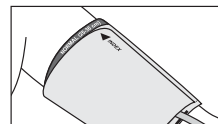

Рис. 8
5. На застегнутой манжете метка «INDEX» должна указывать на область «NORMAL (25-36 cm)» (рис. 8). Это означает, что манжета подобрана правильно и соответствует размеру окружности плеча. Если метка указывает на область обозначенную «», то манжета мала и показания будут завышены. Если метка указывает на область «», то манжета велика и показания будут занижены.